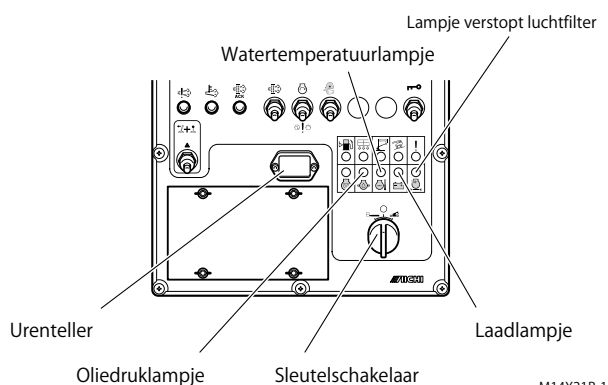

Fig. 8-4
- Als een van de lampjes in afb. 8-4 gaat branden of knippert tijdens de bediening, stop dan de bediening en voer zo nodig een inspectie uit. (Voor details over elk lampje, zie hoofdstuk 4 voor “Part Names and Functions”)